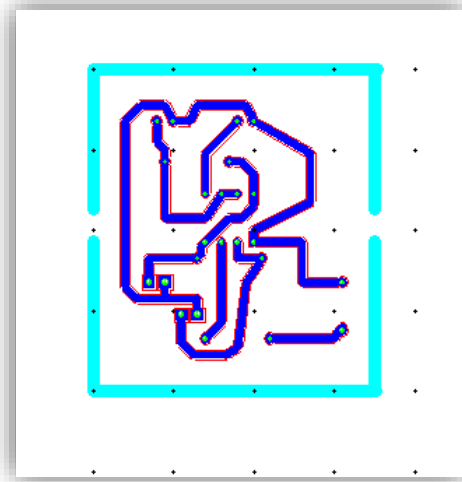

Figura 67. Corte con la herramienta clip en la capa Board.
57. Debe quedar como se visualiza en la figura 67.